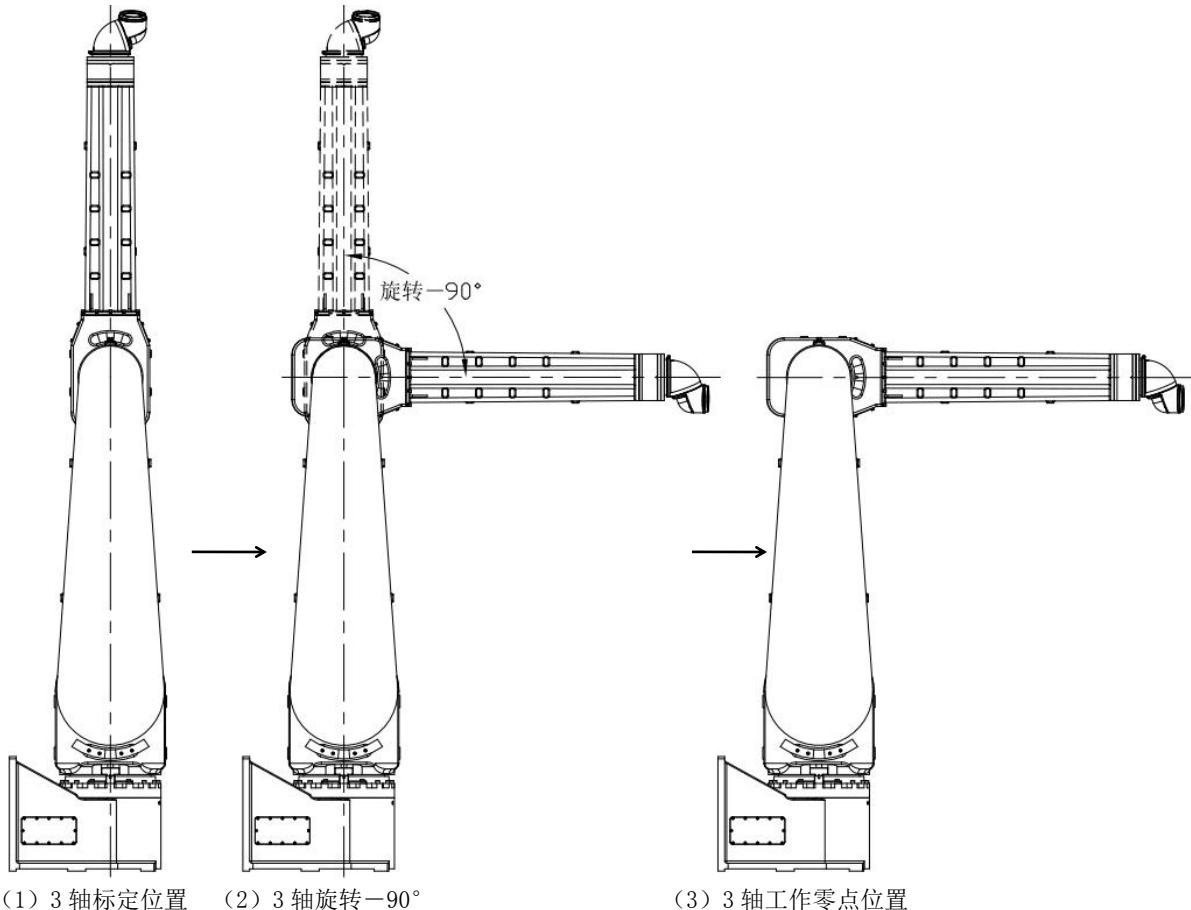

图 2-6 3 轴零点校准
(2) 3 轴标定点：机器人 3 轴标定点只作机器人零点标定及零点校准使用，并不是机器人实际使用零点，机器人实际使用零点为机器人标定点校准后 3 轴旋转 -90° ，如图 2-6 所示：